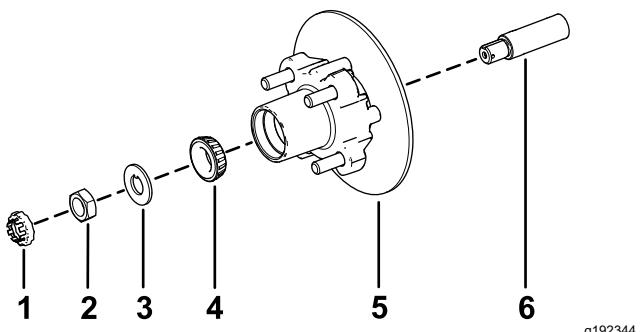

Figura 39
- Aplique una ligera capa de grasa del tipo especificado en el eje (Figura 39).
- Monte el cubo y el rotor en el eje con el rotor hacia dentro (Figura 39).
- Monte el cojinete exterior en el eje y acople el cojinete al anillo de rodadura exterior (Figura 39).
- Monte la arandela con pestaña en el eje (Figura 39).
- Enrosque la tuerca en el eje y apriete la tuerca a 15 N·m, girando el cubo para asentar el cojinete (Figura 39).
- Alinee las pastillas de freno en cada lado del rotor (Figura 35) y los taladros del soporte de la pinza con los taladros de montaje del freno de la mangueta (Figura 39).